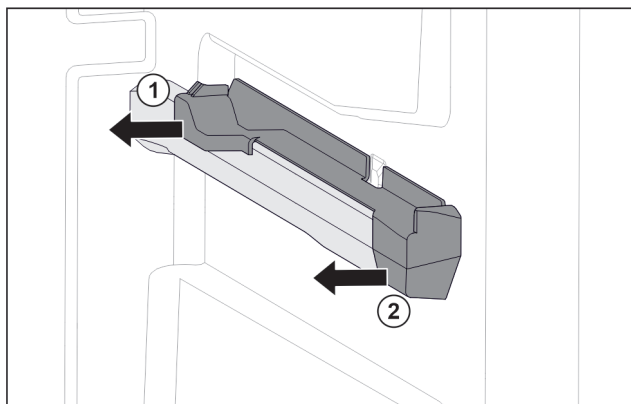

Fig. 75 Piesă de fixare pe nervura din dreapta a recipientului
- Scoateți piesa de fixare din spate în lateral. Fig. 75 (1)
- Scoateți piesa de fixare din față în lateral. Fig. 75 (2)